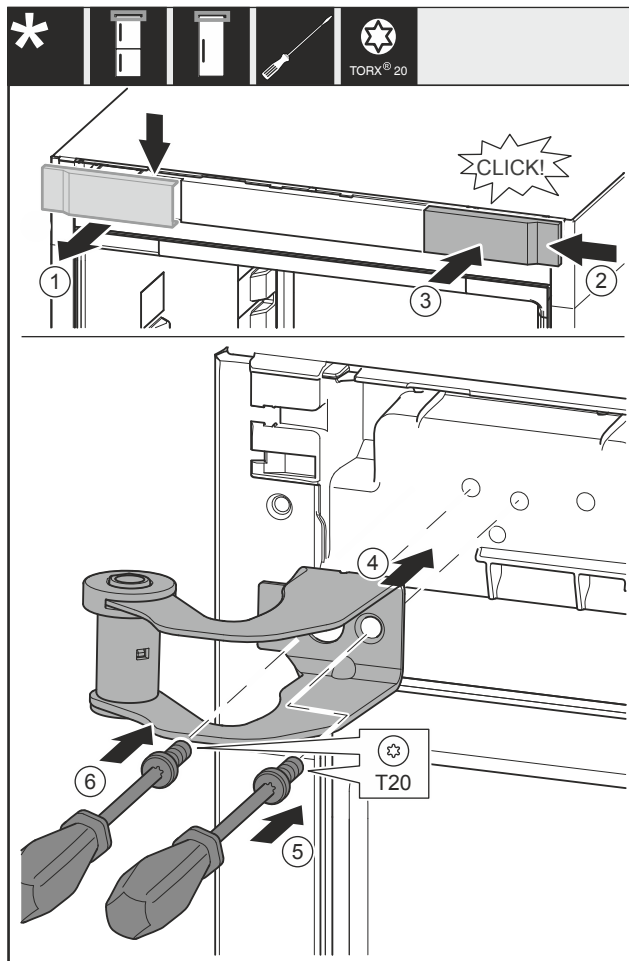

Fig. 36
- ▶ Rimuovere la copertura Fig. 36 (1) dall'alto in avanti.
- ▶ Agganciare da destra la copertura Fig. 36 (2) ruotata di 180° sull'altro lato.
- ▶ Innestare la copertura Fig. 36 (3).
- ▶ Applicare la staffa di supporto superiore Fig. 36 (4).
- ▶ Stringere la vite Fig. 36 (5).
- ▶ Stringere la vite Fig. 36 (6).